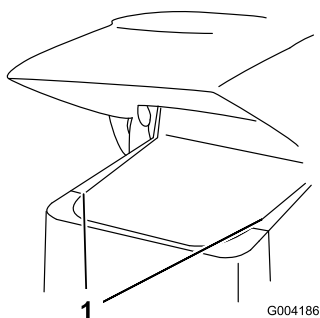

Figura 24
- Far scorrere le griglie laterali (Figura 24) verso l'alto e al di fuori delle fessure nella griglia e nel telaio anteriori.